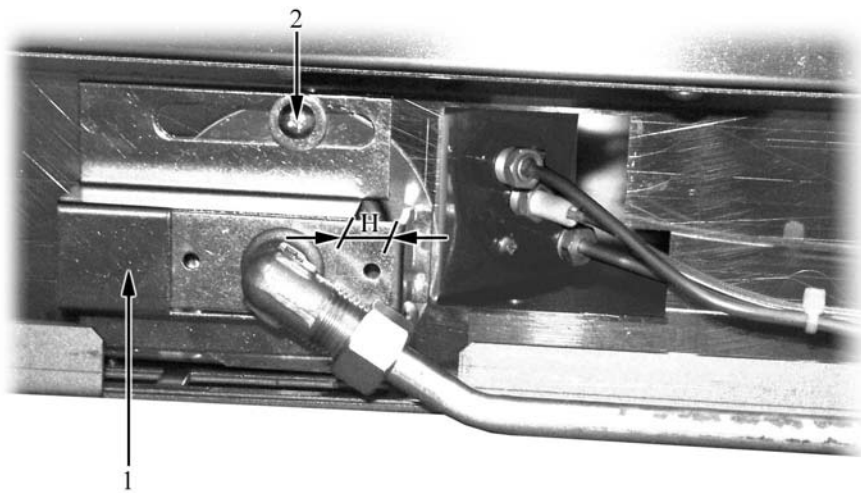

Abb. 14
- die Befestigungsschraube (pos. 2 auf *** 'Abb. 14' on page 40 ***) des Primärluftreglers (pos. 1 auf *** 'Abb. 14' on page 40 ***) lösen und ausbauen;